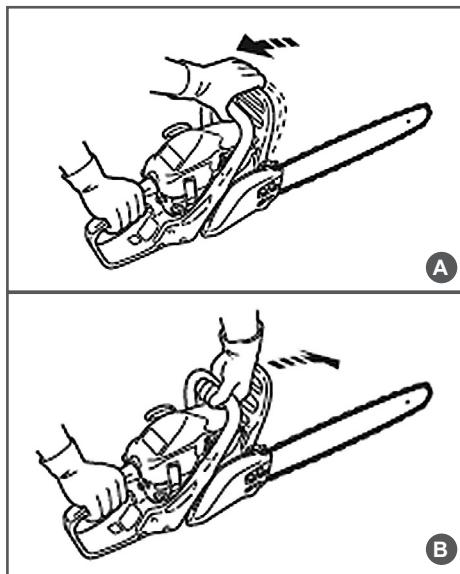

Рис. 7 Проверка механического тормоза цепи
6. Взведите ручку тормоза (Рис. 7А).